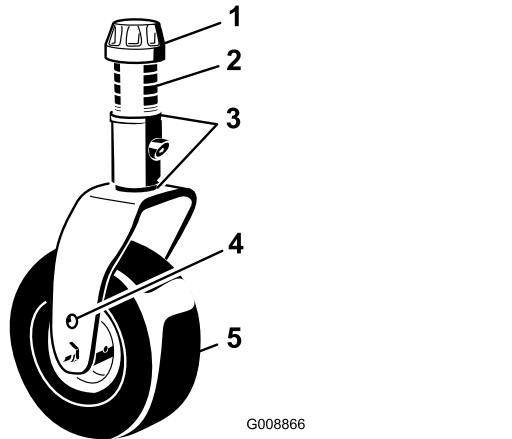

Figura 107
1. Retire tampa de tensionamento do eixo roscado e desloque o fuso para fora do braço da roda giratória (Figura 107).